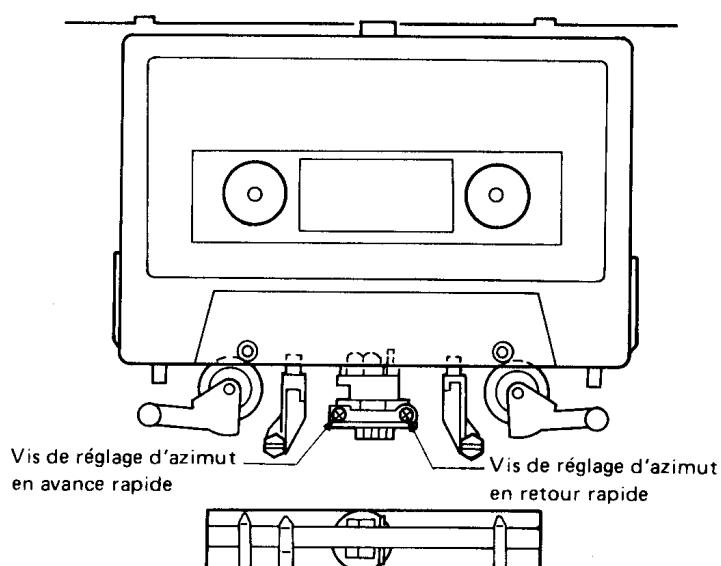

Fig. 13-4 Réglage d'azimut de tête magnétique
| Normal (NORM)      | Reproduction (PLAY) | Reproduire la portion 10kHz –20dB de la bande d'essai STD-331B. | Vis de réglage de l'azimutage de la tête. (Fig. 13-4) | TP1 (L)TP2 (R)    | Niveau de signal de reproduction maximal. | Mettre en place "l'arrêt de vis" après avoir terminé ce réglage. |